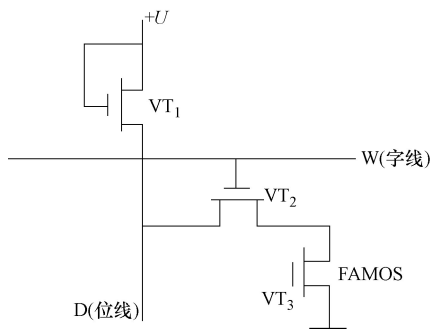

图 16-39 基本存储单元电路示意图
5) 基本存储单元电路。如图 16-39 所示是 EPROM 的基本存储单元电路示意图。从图中可看出，每一个基本存储单元电路中由两只管子  $\text{VT}_2$  和  $\text{VT}_3$  构成，其中  $\text{VT}_2$  是普通 MOS 管， $\text{VT}_3$  是 FAMOS 管。这两只管子处于串联状态，FAMOS 管相当于一个电子开关。电路中， $\text{VT}_1$  是负载管。